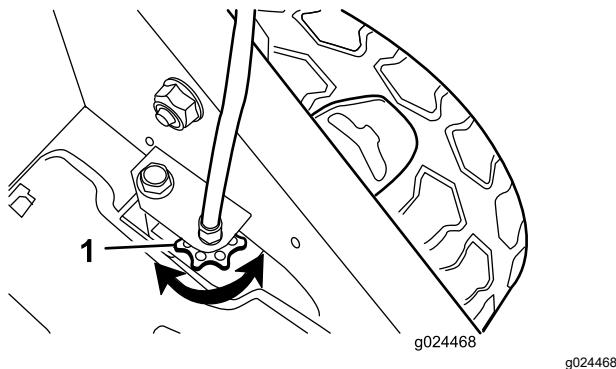

Figure 26
8. Avec les doigts, appliquez de l'huile sur le joint du filtre neuf (Figure 26).
- Si les roues ne tournent pas quand vous engagez la barre de commande d'autopropulsion, la courroie de déplacement n'est pas assez tendue. Tournez une fois la molette de commande des roues (Figure 26) dans le sens horaire et répétez les opérations 4 à 6.
- Si les roues tournent quand vous engagez la barre de commande d'autopropulsion, la courroie de déplacement est trop tendue. Tournez une fois la molette de commande des roues (**Figure 26**) dans le sens antihoraire et répétez les opérations **4 à 6**.